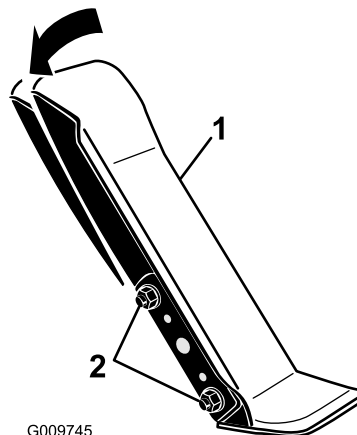

Figura 59
1. Allentare i 2 dadi e bulloni che fissano il lato sinistro del pedale di trazione alla staffa (**Figura 59**).
2. Inclinate il pedale nell'angolazione desiderata e stringete i dadi (**Figura 59**).